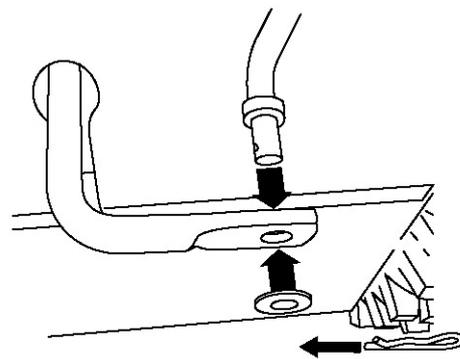

Рисунок 10
1. Снимите шпильку и прокладку с нижнего конца штока переключения скоростей и вставьте нижний конец штока в нижнее соединение, чтобы изогнутый конец штока переключения скоростей смотрел назад (рис. 10).